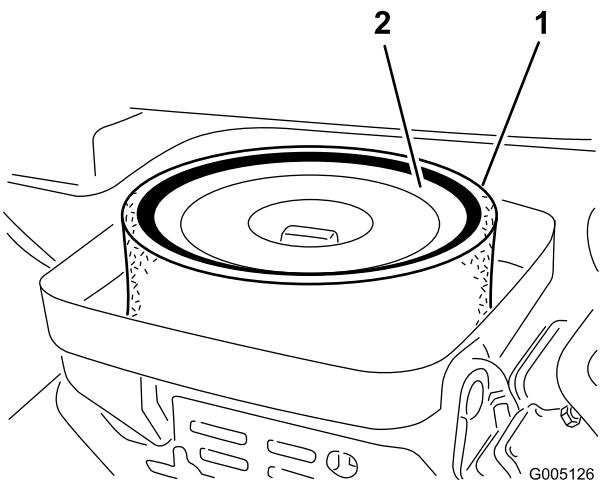

Figura 42
3. Si el elemento de gomaespuma está sucio, sepárelo del filtro de papel (Figura 42). Límpielo a fondo, de la manera siguiente: